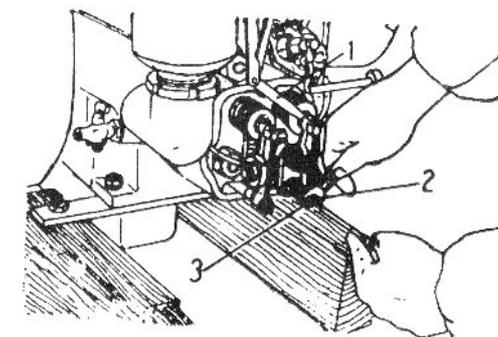

Fig. 10- Ajustar a folga da válvula
3. Soltar a porca de trava e girar o parafuso de ajuste do balancim com uma chave de fenda para ajustar a folga da válvula no valor especificado (a folga da válvula de admissão é 0,35mm, e a da escape é 0,45 mm) usando um calibre medidor introduzido entre a haste da válvula e o balancim. (Fig. 10) .